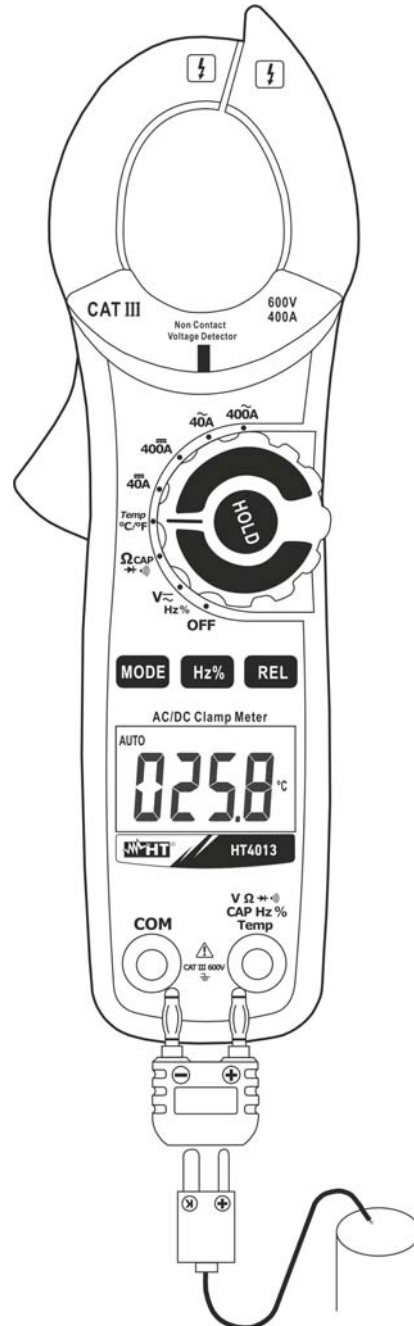

Fig. 8 : Utilisation de la pince pour mesure de température
3. Insérer la sonde à fil de type K de dotation dans les bornes d'entrée **V Ω CAP Hz% Temp** et **COM** par l'adaptateur correspondant, en respectant la polarité montrée en Fig. 8. La valeur de température apparaît à l'écran.